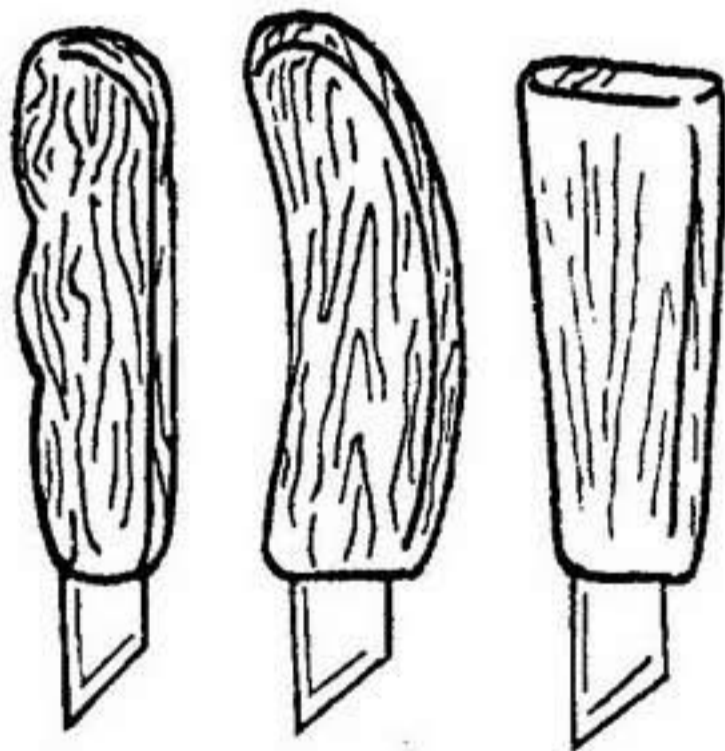

Рис. 8
7. Когда клей просохнет, а для этого необходимо 12 часов, с помощью остро отточенного ножа обработайте рукоятку так, чтобы она удобно ложилась в руку. Форма ручки может быть любой (рис. 8). После обработки ножом отшлифуйте ручку мелкозернистой «шкуркой».